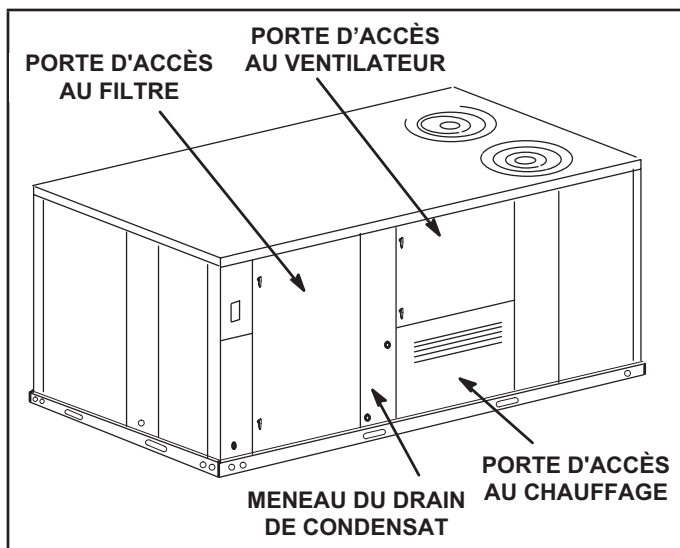

FIGURE 6
- 1 - Ouvrez les portes d'accès au ventilateur et au chauffage. Reportez-vous à la FIGURE 6.